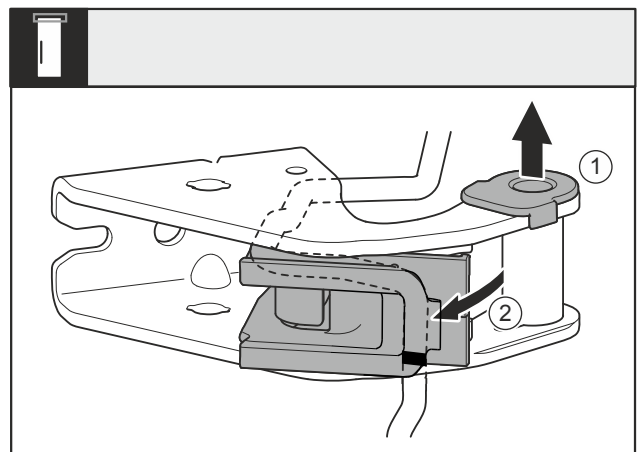

Fig. 16
- Lagerbuchse Fig. 16 (1) aus Führung ziehen.
- Kabelhalterung Fig. 16 (2) ausschwenken.